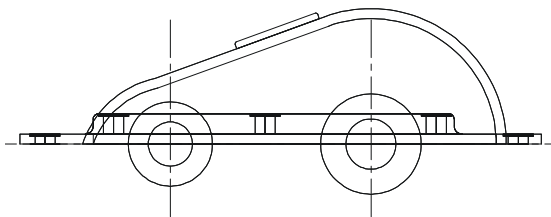

图 12-1-23
STEP 01 转到主视图，绘制一矩形并把它旋转一定角度，进行倒角，移动到如图 12-1-23 所示的位置。